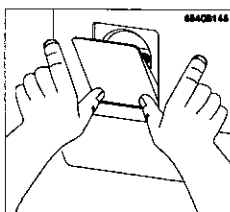

fig.6
- Ouvrez le portillon (fig.6).